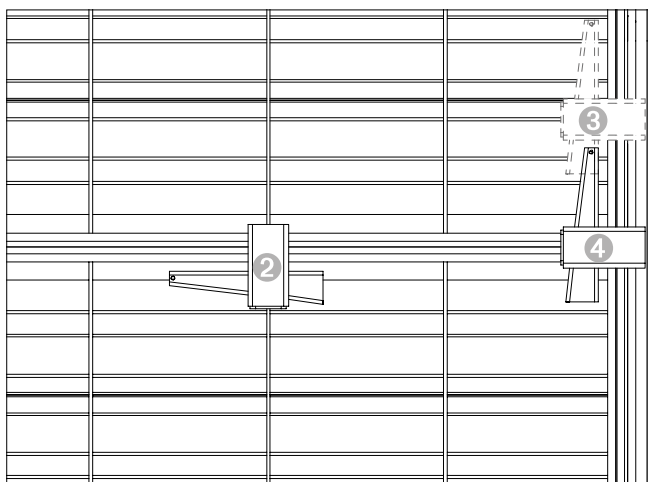

Fig. B7.12a
2. Collegare il telaio per trave UNO Plus (2) con il giunto UNO Plus (10) al precedente telaio per trave UNO Plus nel punto più centrale possibile nell'area del puntone trasversale. (Fig. B7.12a)
3. Sbloccare nuovamente il giunto UNO Plus (10) collegato alla trave per soletta (7) sul primo telaio per lastra. (Fig. B7.12a)
4. Collegare saldamente il giunto UNO Plus (10), precedentemente sbloccato, alla trave per soletta (7) sopra la giunzione dei due telai per soletta (2). (Fig. B7.12a)